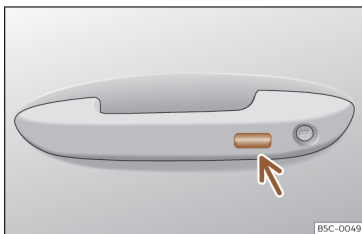

Fig. 91 Manípulo da porta: superfície sensora.
- **OU:** através do sistema Keyless Access (apenas fecho): Mantenha um dedo durante alguns segundos sobre a superfície sensora de bloqueio >>> **Fig. 91** (seta) do manípulo da porta para fechar as janelas e o teto. Se deixar de tocar na superfície sensora, a função de fecho é interrompida.
Mantenha um dedo durante alguns segundos sobre a superfície sensora de bloqueio >>> **Fig. 91** (seta) do manípulo da porta para fechar o teto. Se deixar de tocar na superfície sensora, a função de fecho é interrompida.